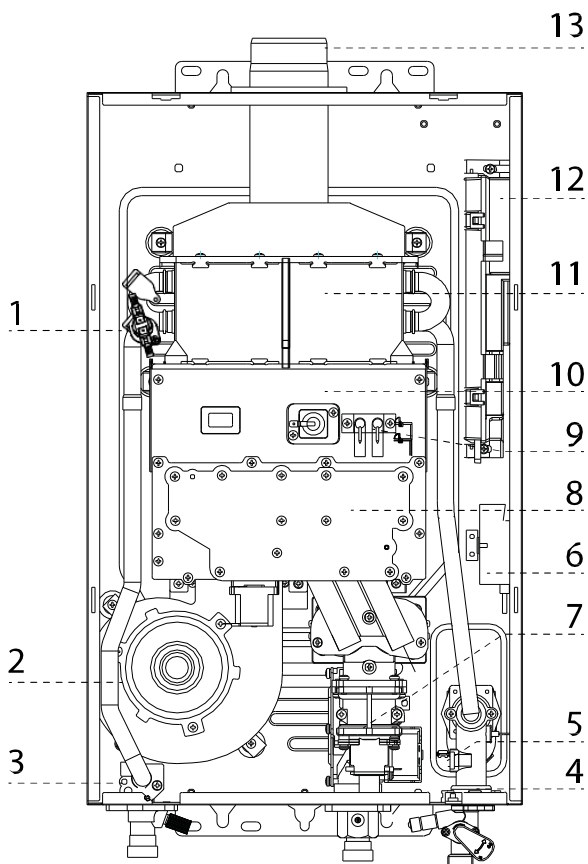

Fig. 9
- g. Conecte el manómetro a la toma de presión de laválvula de gas (ver fig 9, ítem 15).